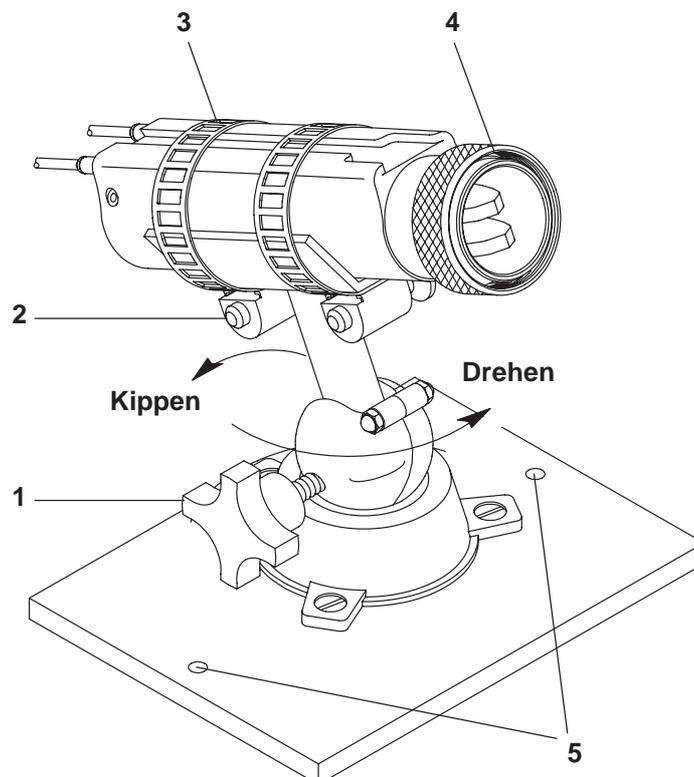

Bild 2 Basisplatte
Der Werkzeugständer umfasst eine Basisplatte mit einer Schraubstockbasis und einen Schaft mit einem Sattel und zwei Schlauchschellen. Mit dem Ständer kann ein Bediener das pneumatische Werkzeug wie in Bild 2 gezeigt in verschiedene Positionen stellen, um das Verbinden von Drähten mit verschiedenen Anschlussklemmen oder Hülsen zu unterstützen.
3 Einrichtung (Bild 2)
1. Positionieren Sie das pneumatische Werkzeug auf dem Sattel zwischen den Schlauchschellen. Siehe Bild 2.
Die Basisplatte enthält zwei Löcher mit einem Durchmesser von jeweils 7,1 mm [0,28 in] auf der 177,8 mm [7,0 in]-Mittellinie für die Befestigung des Werkzeugständers an einer Arbeitsoberfläche. Siehe Bild 2.